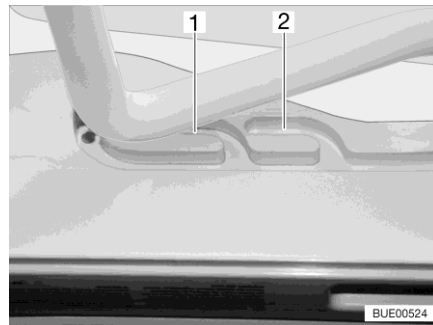

Fig. 35 Guía (posición de ventilación)
La claraboya inclinable se puede colocar en dos posiciones de ventilación: Posición de mal tiempo (Fig. 35,1) y posición mediana (Fig. 35,2).
- Presionar el estribo ligeramente hacia arriba y empujarlo en la guía seleccionada (Fig. 35,1 ó 2).